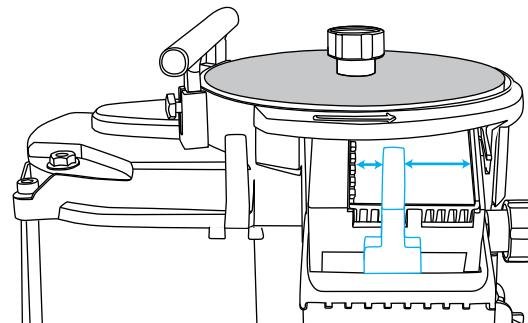

Fig. 6-4
**Les outils de moins d'un demi-pouce (1,3 cm) peuvent être affûtés sur le côté gauche de l'orifice, tandis que les outils de plus d'un demi-pouce de large doivent être aiguisés sur le côté droit de l'orifice. Voir la fig. 6-4.** Ceci est dû à la vitesse variable de la roue à différents points de la surface. Le centre de la roue a une vitesse de surface plus lente et surchauffera probablement moins un outil plus petit.